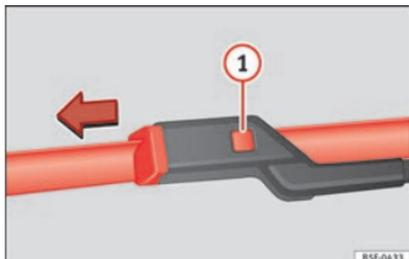

Fig. 62 Substituição das escovas do limpa para-brisas.
- Mantenha pressionado o botão de desbloqueio » **Fig. 62** e puxe ligeiramente a escova no sentido indicado pela seta.